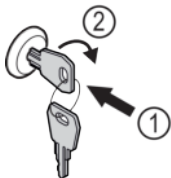

Fig. 59
- ▶ Schlüssel hineindrücken Fig. 59 (1).
- ▶ Schlüssel um 90° im Uhrzeigersinn drehen Fig. 59 (2).